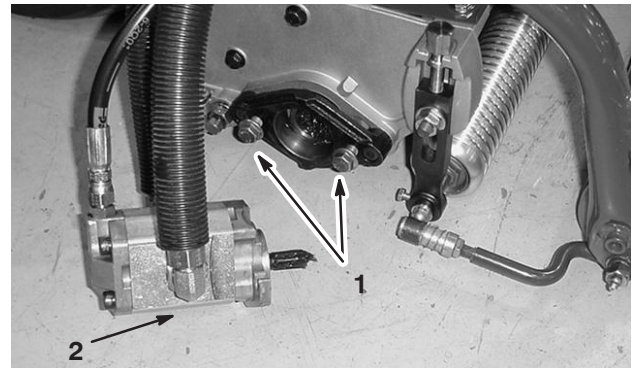

Figure 13
7. Installez les vis d'assemblage du moteur d'entraînement des cylindres sur chaque plateau de coupe. Laissez dépasser environ 13 mm de filetage sur chaque vis de montage (Fig. 13).